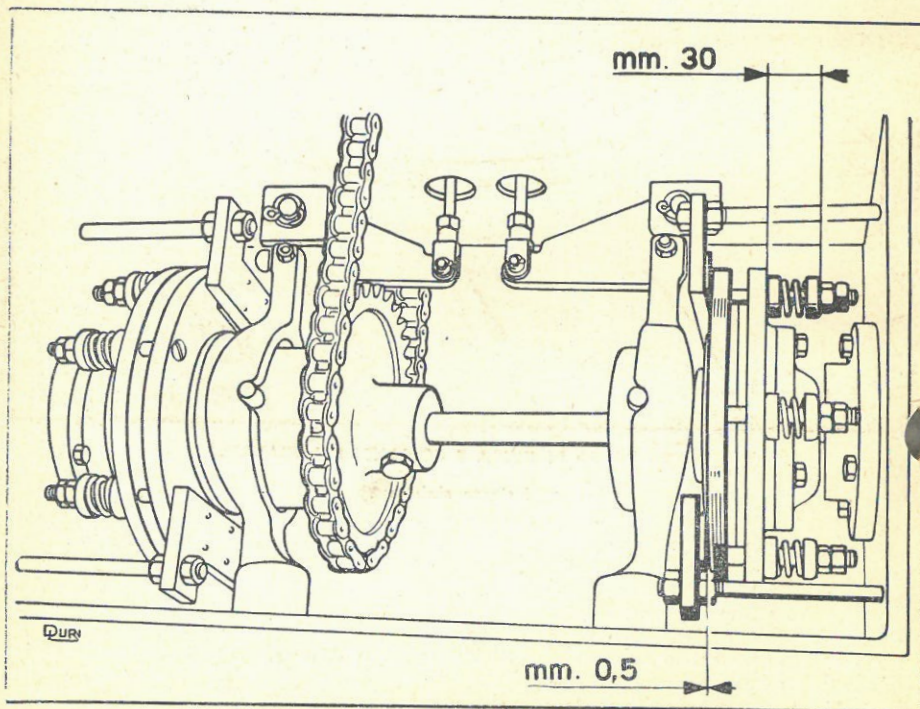

Fig. 6
2. — Verificare che tutte le molle delle frizioni abbiano una lunghezza di mm. 30, da misurarsi fra i due piani esterni dei piattelli, come indicato nella Fig. 6.
4. — Controllare con uno spessore che il gioco esistente fra i pattini dei freni e i dischi delle frizioni sia di mm. 0,5 (vedere fig. 6). Se il valore non corrisponde occorre registrare il supporto del pattino agendo sui dadi di fissaggio, fino a raggiungere il gioco prescritto.